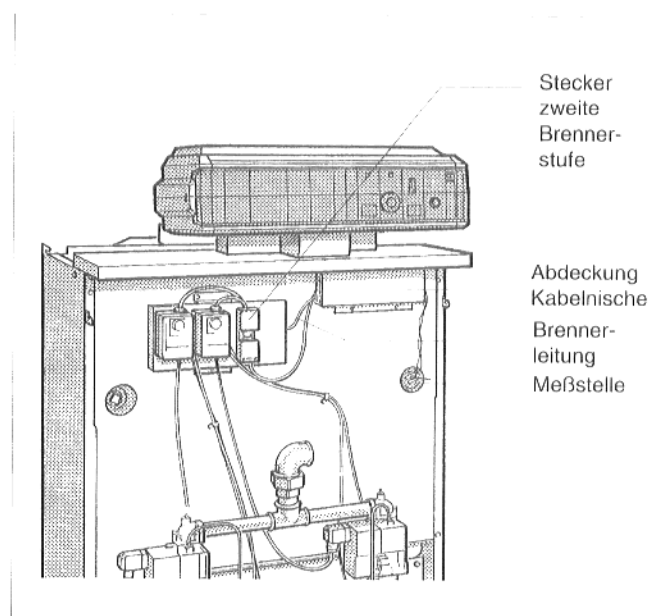

Abb. 17: Kesselvorderseite
- Abdeckung der Kabelnische abschrauben (Abb. 17).
- Kapillarrohre der Temperaturfühler und, bei "Ecomatic"-Regelung, die Kesselwassertemperaturfühlerleitung durch die Öffnung in der vorderen Kesselhaube aus der Kabelnische auf der Kesselvorderseite führen (Abb. 17).
- Kapillarrohre und, bei "Ecomatic"-Regelung, Fühlerleitung abrollen, bis sie an die Meßstelle reichen (Abb. 17).
- Brennerleitung durch die Kabelnische und die Öffnung in der vorderen Kesselhaube zum Regelgerät führen (Abb. 17).
- Bei zweistufiger Ausführung Stecker mit Brücke entfernen und den Stecker der Brennerleitung zweite Brennerstufe (Abb. 17) dort einstecken.